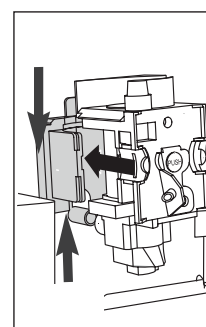

Рис. 42
- ▶ После очистки установите варочную группу (A5) обратно, вставив ее на внутреннюю опору и штифт в нижней части, затем надавите на место с надписью PUSH (НАЖАТЬ), чтобы прозвучал щелчок (Рис. 42).